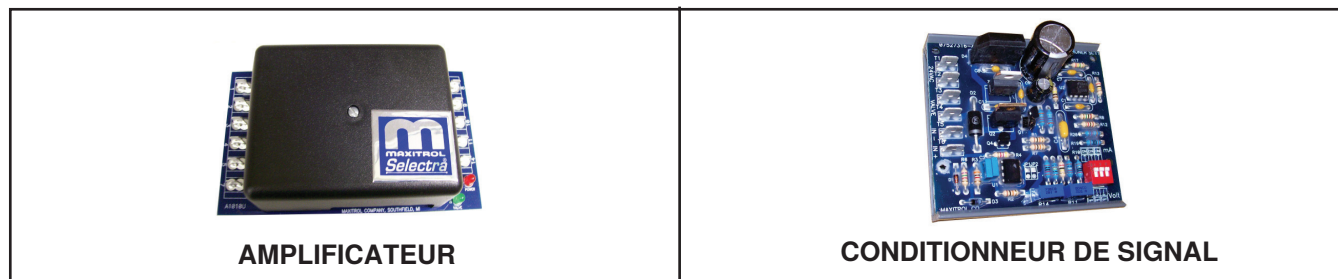
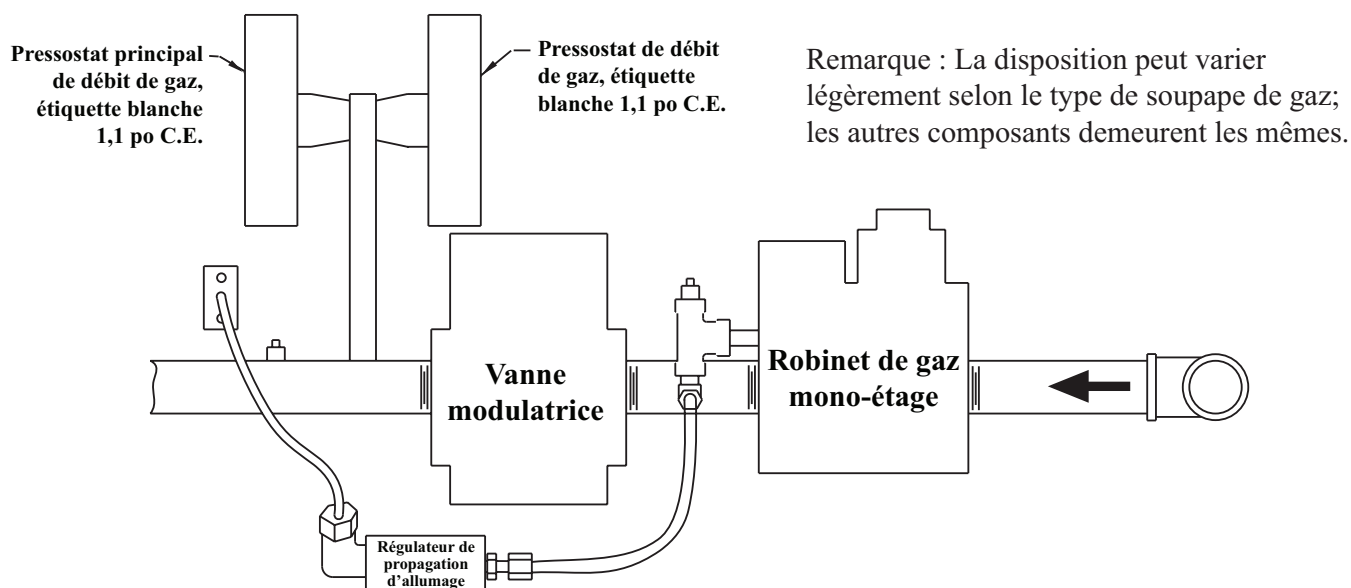

Figure 20. Amplificateur et conditionneur de signal Maxitrol
Figure 21. Disposition de l'embase pour les options AG39, AG40 et AG42
- **Modulation électronique entre 50% et 100% de taux de tir (option AG21) :** Dans l'option AG21, la fournaise est équipée d'un conditionneur de signal Maxitrol (voir Figure 20) qui fonctionne de façon très semblable à l'amplificateur décrit plus haut pour commander la valve régulatrice. Le conditionneur accepte un signal d'entrée de 4–20 mA ou de 0–10V d'un appareil de commande fourni par le client tel qu'un ordinateur. Lorsque les commutateurs dip du conditionneur sont en position ouverte, le conditionneur accepte un signal de 4–20 mA. Lorsque les commutateurs dip du conditionneur sont en position fermée, le conditionneur accepte un signal de 0–10V. Le conditionneur convertit le signal en courant c.c. de 0–20V requis pour commander la vanne modulatrice.
- **Modulation électronique entre 20–28% et 100% de taux de tir (option AG39) :** Selon leur taille, les fournaies dotées de l'option AG39 ont un taux de réglage de 20–28%. La fournaise est mise en marche à n'importe quel taux d'écoulement de la plage disponible et maintient une efficacité thermique moyenne égale ou supérieure à l'efficacité thermique à taux maximal. Lorsque la valve reçoit un appel de chaleur de l'amplificateur et que la veilleuse est allumée, le débit de gaz provenant de la soupape à un étage est dirigé à la fois vers la valve de modulation et vers l'allumeur à tube à régulation de pression. Lorsque le signal de l'amplificateur à la valve de modulation demande un fonctionnement à taux moindre que maximal, la valve de modulation diminue le débit de gaz vers le brûleur afin que le taux d'écoulement ainsi réduit maintienne la température désirée. Lorsque le taux d'écoulement est suffisamment abaissé pour réduire la pression de gaz à 1.1 PO CE, le pressostat de gaz principal dans le collecteur actionne le moteur à engrenage qui commande le registre de dérivation de l'aérateur/du système d'air de combustion. En s'ouvrant, le registre de dérivation envoie une partie de l'air d'arrivée directement dans le conduit d'évacuation, ce qui réduit le débit d'air vers le brûleur. Des disjoncteurs de sécurité enregistrent la position du registre de dérivation. Lorsque la pression du gaz > 1.1 PO CE, le registre de dérivation se referme. Le circuit de gaz (voir Figure 21) comprend une soupape de gaz à un étage, une valve de modulation et deux pressostats de gaz. Le tiroir à brûleurs est muni d'un dispositif de propagation de l'allumage et d'un allumeur de gaz à tube à régulation de pression. L'allumeur à tube reçoit le gaz du régulateur en même temps que le gaz alimentant le brûleur. Le système est commandé par un amplificateur Maxitrol (voir Figure 20) relié à un indicateur de température à cadran distant. L'alimentation en gaz (consultez les exigences de pression dans le Tableau 17) est raccordée à la soupape de gaz à un étage. Pour compenser la perte de pression additionnelle due à la valve de modulation, on règle la pression de sortie de la soupape de gaz à un étage à un niveau plus élevé que sur un collecteur de gaz standard. Le tuyau de la veilleuse est raccordé au port veilleuse de la soupape de gaz à un étage. La sonde de température du conduit et le tube de mélange sont livrés séparément pour installation sur place dans le conduit d'alimentation. De conception unique, ce système de modulation nécessite des réglages de la pression d'air de combustion différents de ceux du système standard. Consultez le Tableau 15 pour les réglages approximatifs du contacteur de détection d'air de combustion au niveau de la mer. Reportez-vous à la section [Guide de dépannage pour la vérification du circuit de sécurité du registre de dérivation d'air de combustion sur les unités qui ont l'option AG39, AG40 ou AG42](#).
Modulation électronique entre 20–28% et 100% de taux de tir (options AG40 et AG42) : La fournaise est équipée d'un conditionneur de signal Maxitrol (voir Figure 20) qui accepte un signal d'entrée de 4–20 mA ou de 0–10V d'un dispositif de commande tel qu'un ordinateur fourni par le client. Lorsque les commutateurs dip du conditionneur sont en position ouverte, le conditionneur accepte un signal de 4–20 mA. Lorsque les commutateurs dip du conditionneur sont en position fermée, le conditionneur accepte un signal de 0–10V. Le conditionneur convertit le signal en courant c.c. de 0–20V requis pour commander la vanne modulatrice. L'appareil de chauffage fonctionne et possède les mêmes caractéristiques que pour l'option AG39, sauf que les réglages de température sont sélectionnés par le logiciel et qu'il n'y a ni sélecteur de température ni capteur de conduit. De conception unique, ce système de modulation nécessite des réglages de la pression d'air de combustion différents de ceux du système standard. Consultez le Tableau 15 pour les réglages approximatifs du contacteur de détection d'air de combustion au niveau de la mer. Consultez le Tableau 17 pour les exigences de pression. Reportez-vous à la section [Guide de dépannage pour la vérification du circuit de sécurité du registre de dérivation d'air de combustion sur les unités qui ont l'option AG39, AG40 ou AG42](#).